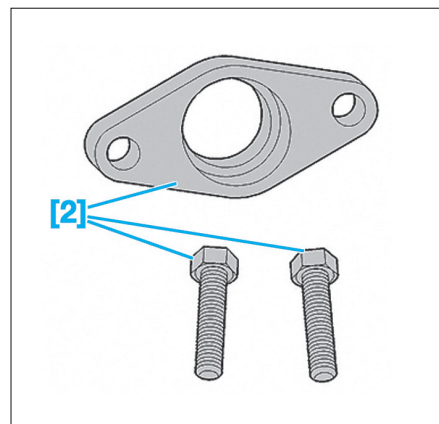

Fig. 29
- [2] Outil d'extraction (réf. 0188R) (Fig.29).